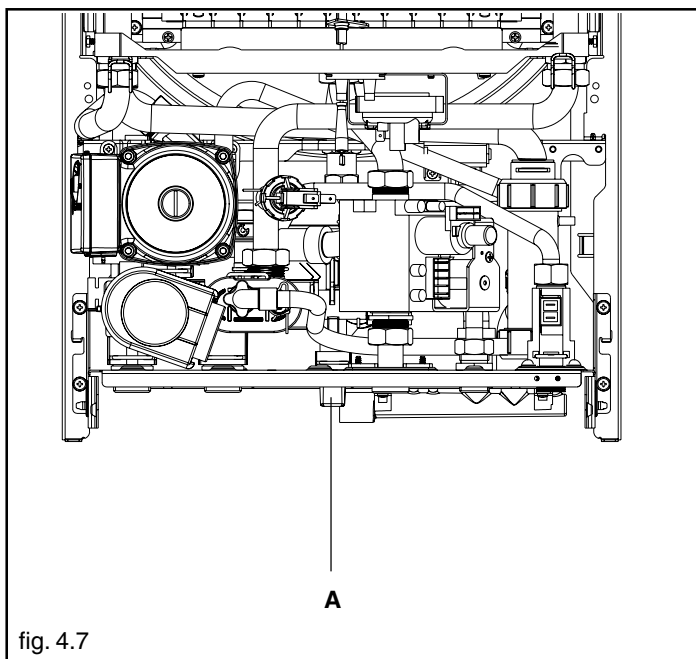

fig. 4.7
- caricare lentamente aprendo il rubinetto di riempimento (A, fig. 4.7) fino a che la lancetta dell'idrometro si posizioni tra 1 e 1,5 bar